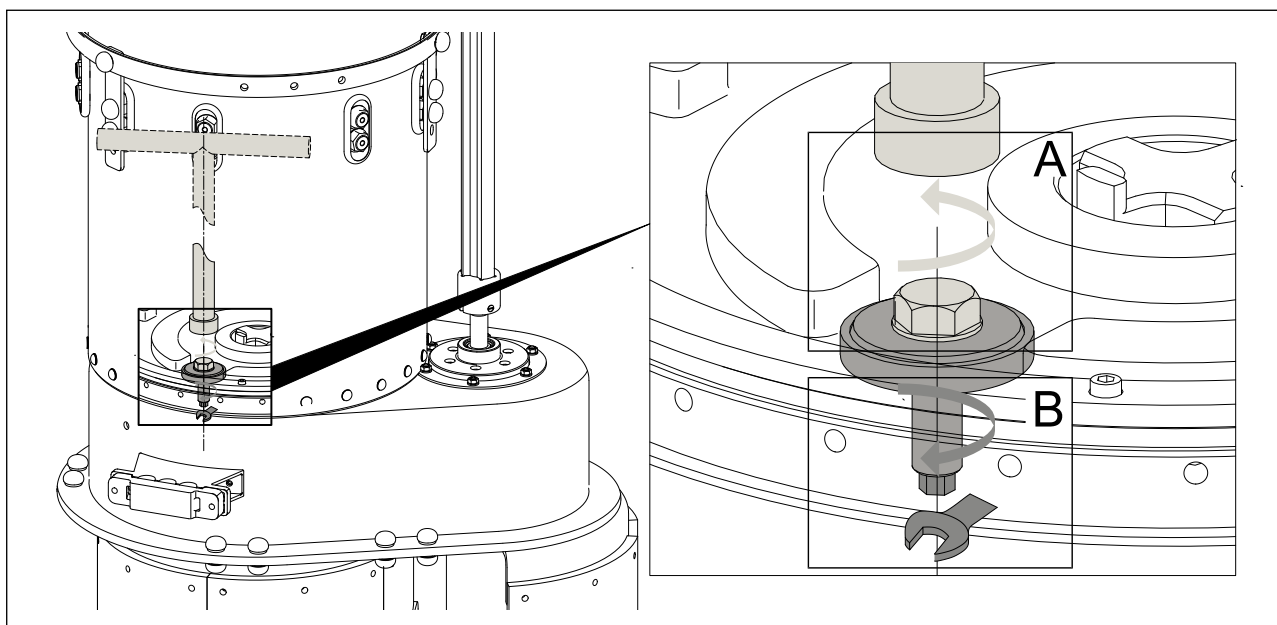

图 7-4 旋松放油螺栓
2. 旋松放油螺栓（如图 7-4 中类型 B）。如无法操作，执行“7.2.2. 变压器油箱内气相干燥”中的步骤 4 至步骤 9。